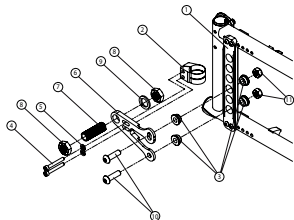

Fig. 42.1
- Installez la plaque de montage (1) (Fig. 42.1) en la boulonnant sur le cadre.
- Insérez l'attache à l'arrière (2) sur la partie arrière du cadre.
- Installez la bride arrière (2) sur l'arrière du châssis.
- Insérez 4 adaptateurs de plaque pour amputés (3) sur la plaque de montage (1) à la position désirée.
- Insérer les deux boulons (4) et les rondelles (5) dans la bride arrière (2) à travers la plaque pour amputé (6) et serrer.
- Insérez l'axe de montage de roue arrière (7) à travers la plaque d'amputés et insérer les écrous (8) et la rondelle de blocage (9).
- Insérez 2 vis (10) à travers la plaque de montage et la plaque pour amputé (1 et 6) et serrer avec écrous (11).